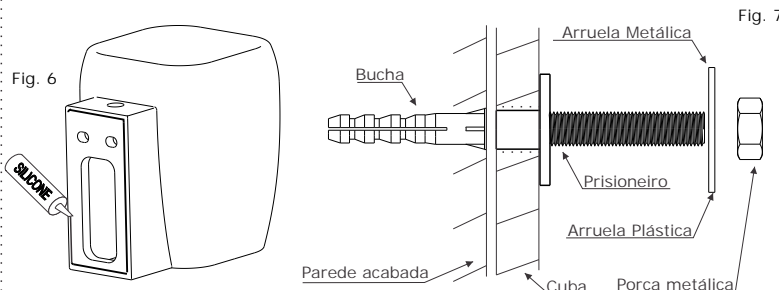

Fig. 7
- 5** Aplicar silicone em toda face de contato da cuba com a parede (Fig. 6). Encaixar a cuba nos prisioneiros já rosqueados na parede, posicionar as arruelas plásticas com pescoço de modo que o pescoço fique entre a cuba e os prisioneiros (Fig. 7), pressionar a cuba contra a parede, colocar arruelas metálicas e dar o aperto final alternadamente com as porcas metálicas.